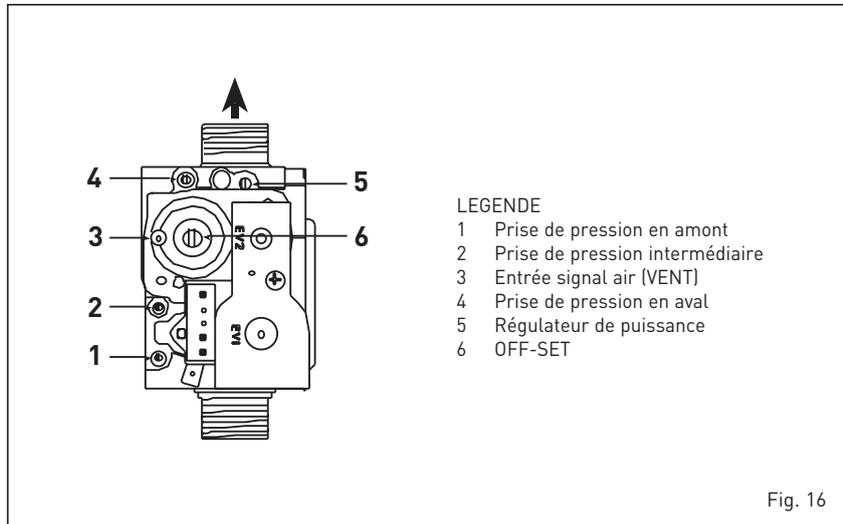

Fig. 16
4.1 VANNE GAZ (fig. 16)
La chaudière est fabriquée de série avec une vanne gaz modèle SIT 848 SIGMA (fig. 16).
- 3) Rechercher les valeurs de CO₂ à la puissance maxi indiquées ci-dessous à l'aide du régulateur de puissance (5 fig. 16) :
l'aide de la vis de régulation OFF-SET (6 fig. 16):